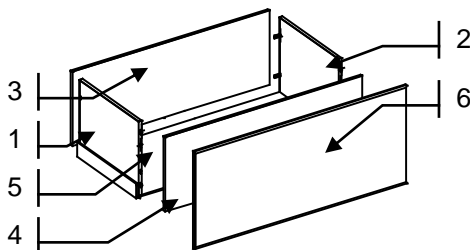

Рис.2 Сборка ящика
1. Совместив отверстия боковых царг ящика (поз. 1 и 2 рис.2) с отверстиями передней и задней царг (поз. 3 и 4 рис.2) скрепить их между собой конфирматами. Отверстия на пласти передней царги должны приходиться наружу.